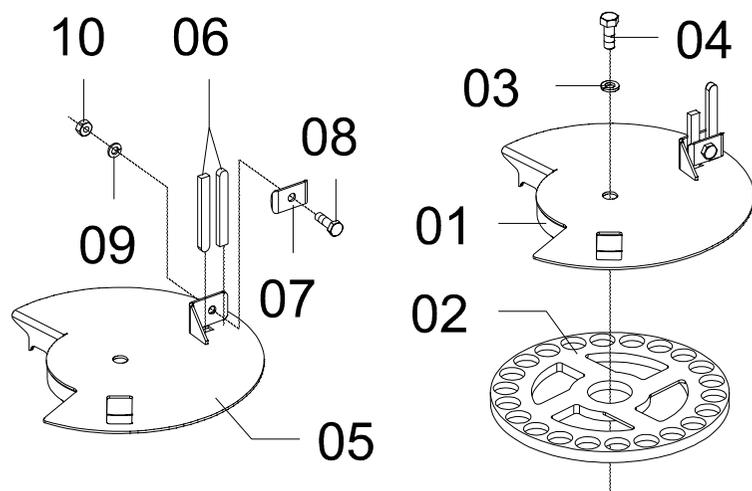

FIGURA 59
**KIT OPCIONAL PARA AMENDOIM (FIGURA 59)
- Para a cultura de amendoim, utiliza-se um kit opcional que é composto dos seguintes itens, **conforme mostra a figura 59.**